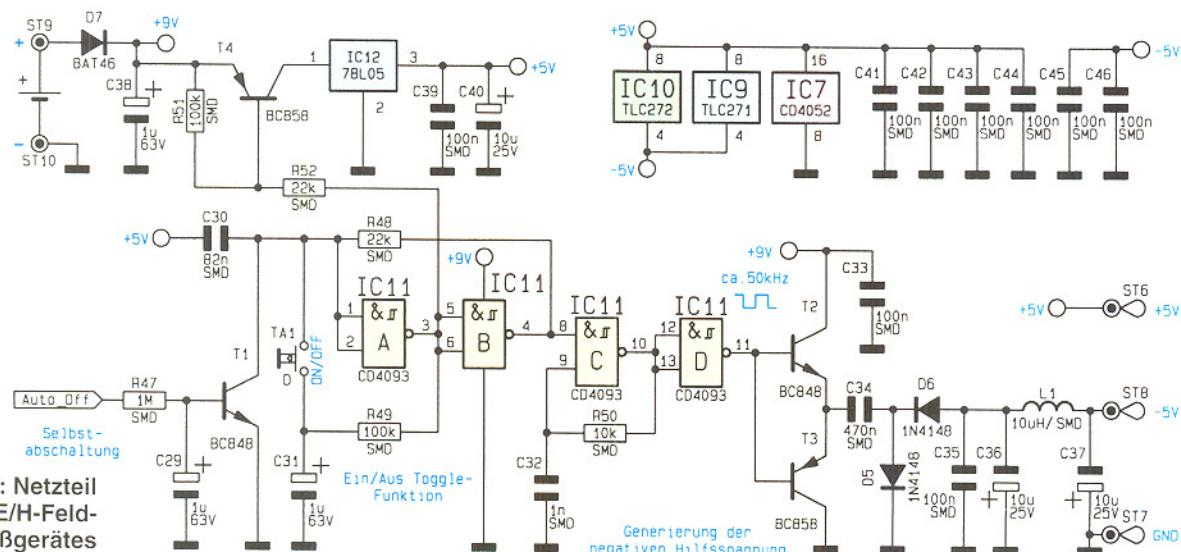

Bild 5: Netzteil
4. Spannungsversorgung (Abbildung 5)
Abbildung 5 zeigt das Netzteil des E/H-Feld-Meßgerätes. Die Stabilisierung der